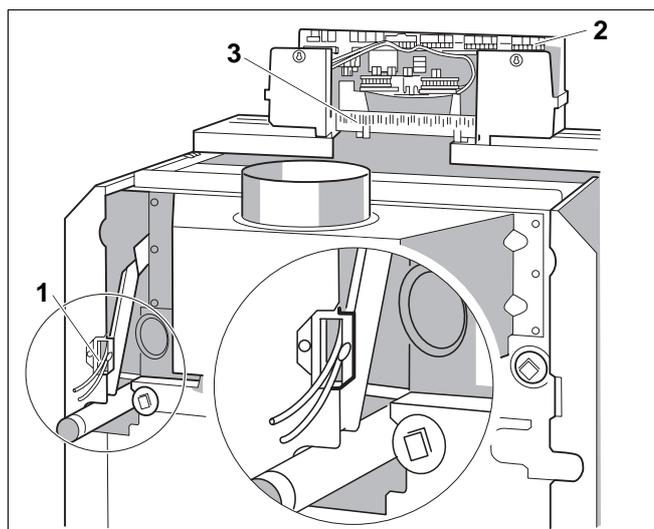

Abb. 13 Kabelführung und Steckverbindungen
- Bauseitige elektrische Anschlussleitungen und die Anschlussleitung von der Abgasüberwachung von hinten durch die Kabeleinführung (Abb. 13, **Pos. 1**) zum Regelgerät führen.
- Elektrische Anschlüsse nach beiliegendem Schaltplan an den Steckverbindungen (Abb. 13, **Pos. 2**) des Regelgeräts herstellen (Abb. 13).